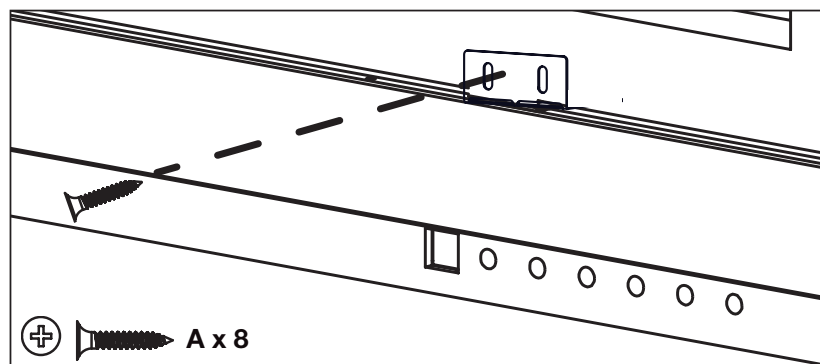

Fig. 4-5
1. Fixez l'appareil à l'encadrement brut en installant 8 vis (fournies) à travers les supports métalliques (**Fig. 4-5**).